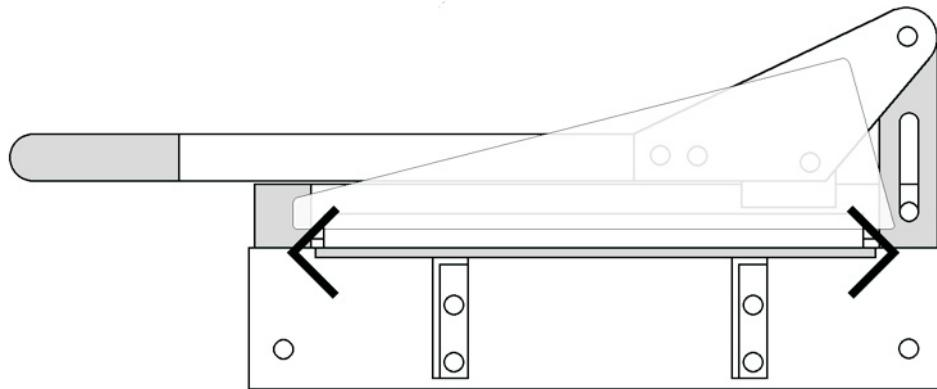

Figure 1.
2. Если защитное стекло не установлено, установите его. Стекло устанавливается справа от верхнего держателя ножа (Рис.1). Используйте винты находящиеся в металлических держателях для крепления стекла в соответствующих отверстиях.